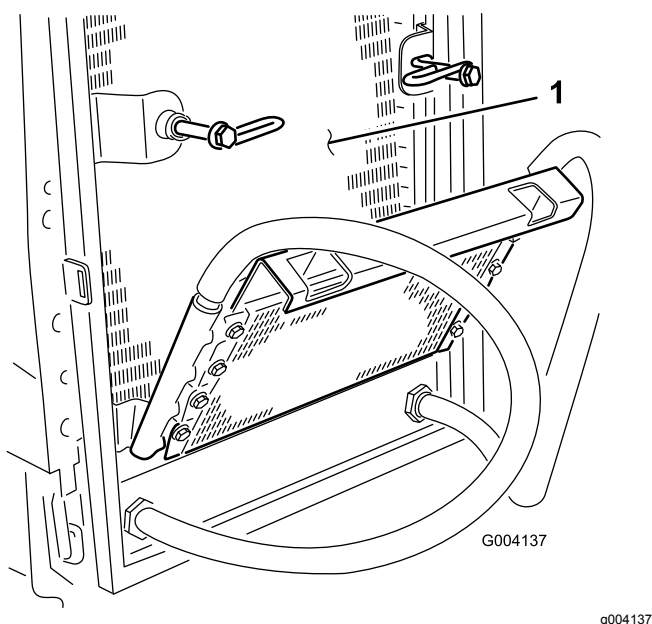

Figura 81
6. Limpe os dois lados do dispositivo de arrefecimento de óleo e o radiador (Figura 81) com ar comprimido.